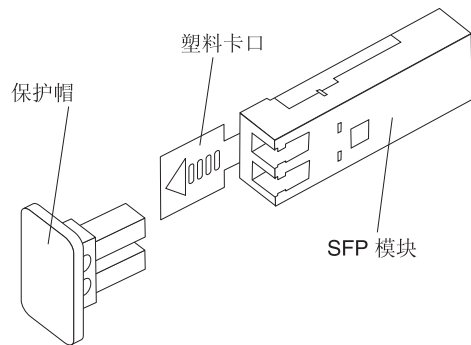

图 12. SFP 模块和保护帽
2. 卸下 SFP 模块的保护帽，如第 26 页的图 12 中所示。妥善保存保护帽以供将来使用。
2. 根据需要卸下 SFP 模块的保护帽，如第 26 页的图 12 中所示。妥善保存保护帽以供将来使用。